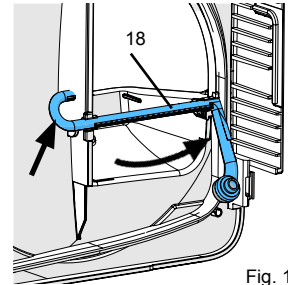

Fig. 11
- Saisir le tuyau d'arrosage (18) par sa partie coudée et l'extraire en le faisant pivoter vers l'arrière (Fig. 11).